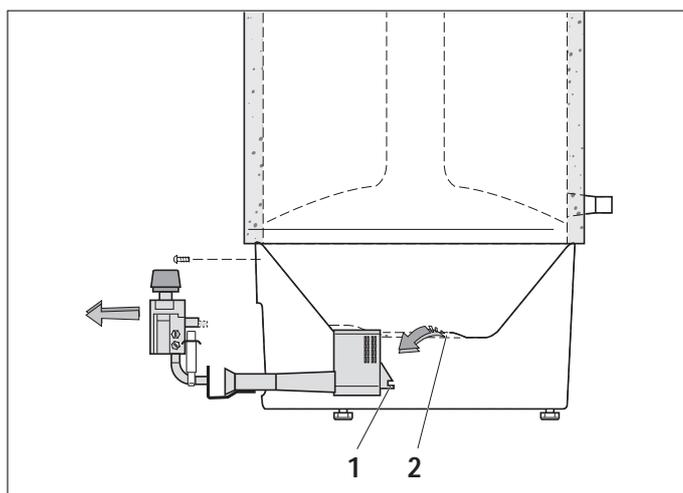

Abb. 15 Brenner ausbauen
- Zusammenbau in umgekehrter Reihenfolge vornehmen. Bei der Montage des Brenners beachten, dass die Nut (Abb. 15, Position 1) des Brenners richtig in den Brennerraumtrichter (Abb. 15, Position 2) eingerastet ist.